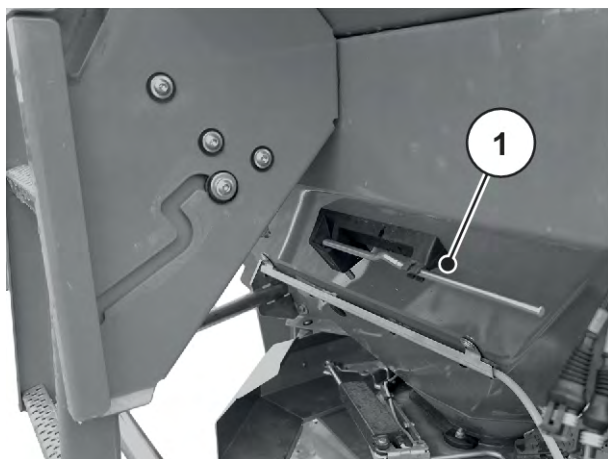

Fig. 26: Poziția manetei de reglare AXIS xx.2
- ▶ Plasați înapoi maneta de reglare pe suportul prevăzut. A se vedea *Fig. 26 Poziția manetei de reglare AXIS xx.2*